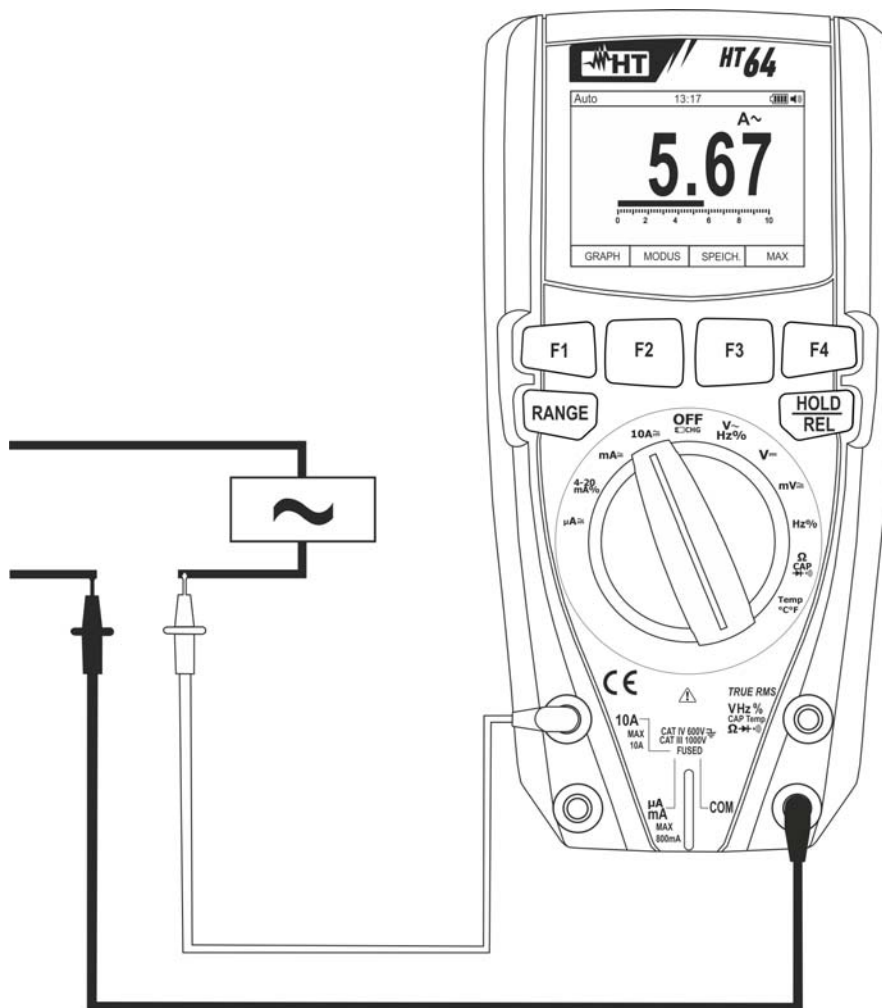

Abb. 30: Verwendung des Gerätes für Wechselstrommessung
5. Schalten Sie die rote und die schwarze Messleitung in Reihe mit dem Kreis, dessen Strom Sie messen möchten (siehe Abb. 30).